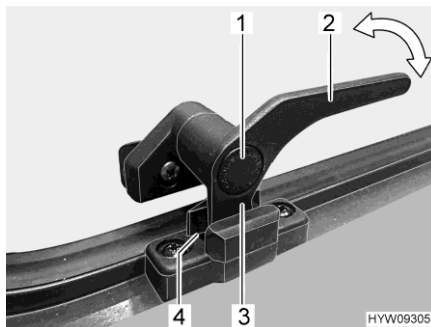

Bild 65 Låsarm (läget "kontinuerlig vädring")
- I läget "kontinuerlig vädring" (Bild 65)
- Tryck på låsknappen (Bild 65,1) och håll den nedtryckt.
- Sväng låsarmen (Bild 65,3) ett kvarts varv mot fönstrets mitt.
- Vrid tillbaka låsarmen. Därvid måste låsarmens låsspak (Bild 65,3) föras in i spåret på fönsterlåsen (Bild 65,4).
- Släpp låsknappen (Bild 65,1).